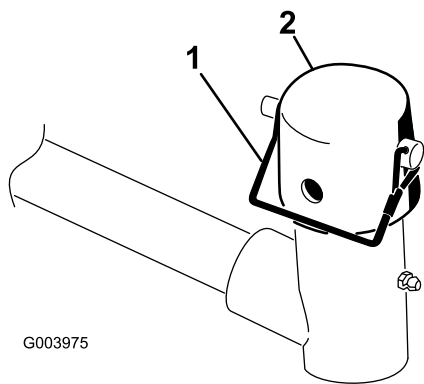

Figure 9
7. Retirez la goupille à anneau et l'axe de chape de l'ensemble goupille et attache de la chape de pivot du bras de levage. Retirez ensuite le capuchon (Figure 9).
11. Fixez le capuchon et l'arbre du bâti porteur à la chape du bras de levage avec la goupille à fermoir (Figure 9).